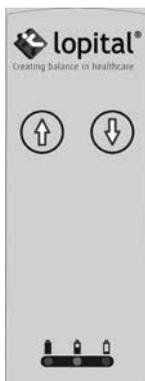

Figure 1 Mise en marche.
Avant de pouvoir utiliser l'Elexo XXL, celui-ci doit être activé en enfonçant n'importe lequel des boutons de la commande manuelle pendant deux (2) secondes (Cf. figure 1). Il peut arriver que l'Elexo XXL se mette en mode veille après un certain temps. Pour désactiver le mode veille, appuyez sur n'importe quel bouton de la commande manuelle pendant 2 secondes.